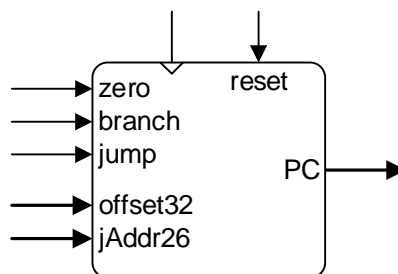

Figura 2. Módulo de atualização do PC.
O módulo que se pretende implementar está representado na Figura 2 e tem como objetivo a atualização do registo *Program Counter* (PC) em função de um conjunto de sinais provenientes da unidade de controlo. Este módulo deve apresentar o mesmo comportamento lógico que o conjunto de blocos representado na Figura 1 na zona sombreada (delimitada pela linha tracejada). Recorde-se que o registo *Program Counter* fornece o endereço da instrução a ser lida da memória de instruções (memória ROM).